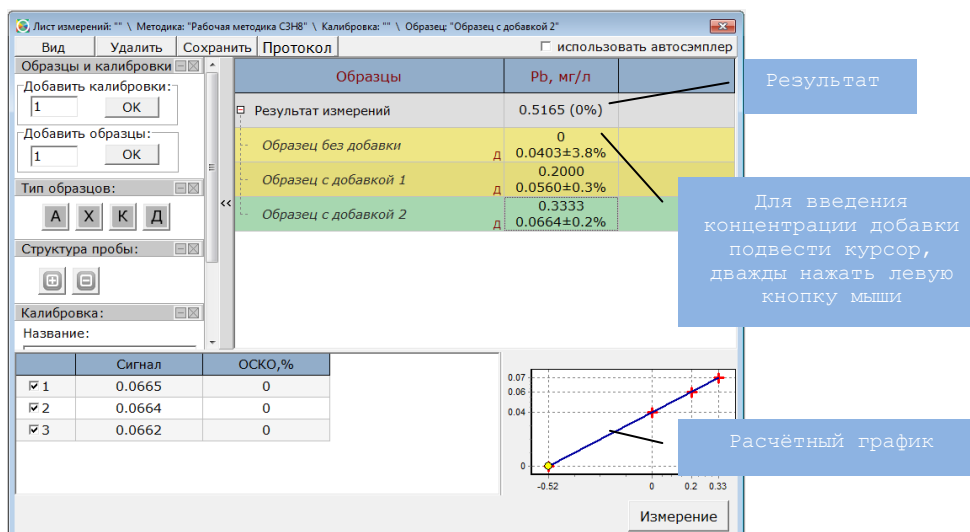

Рис. 20 Метод добавок
7. Результат отображается в таблице результатов рис. 20